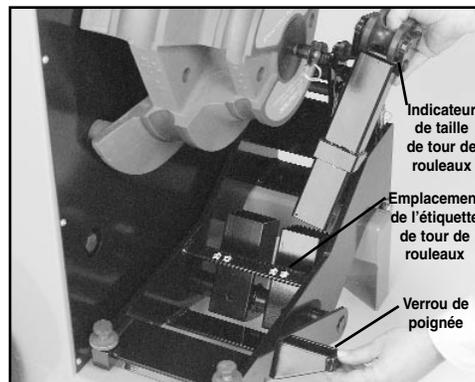

Figure 3
2. Sélectionner la tour de rouleaux appropriée ; la taille est indiquée sur la tour de rouleaux. Pour l'installer, soulever et maintenir le verrou de la poignée. Insérer la tour de rouleaux dans l'ouverture de pont appropriée, de façon à faire face à l'indicateur de taille. Laisser la tour de rouleaux s'appuyer contre le rouleau de queue. (Voir la figure 3) .